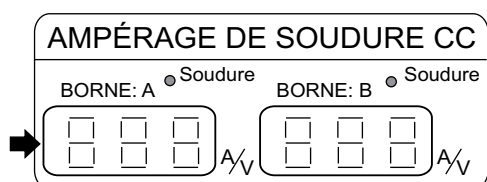

**Figure 79. Codes d'erreur du compteur de courant de soudage CC**
1. Cet appareil est équipé de dispositifs de **protection**. Lorsque l'un des dispositifs de protection **principaux** est activé, le moteur **s'arrête automatiquement** et le code d'erreur s'affiche sur le compteur de courant de soudage CC (Figure 79).